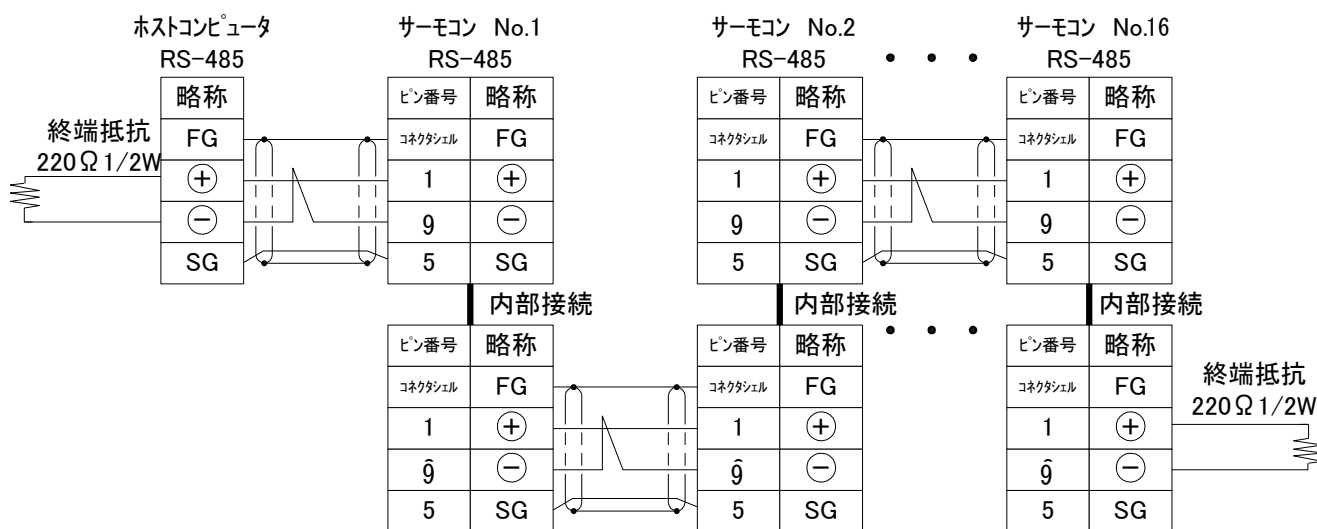
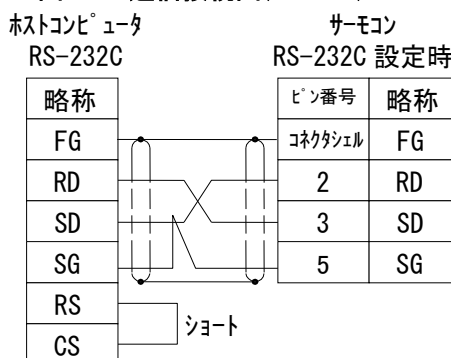

図 1-1 通信接続図(RS-485)
図 1-2 通信接続図(RS-232C)
- ①サーモコンの電源スイッチを OFF にしてください。(通信コネクタの着脱時は必ず、サーモコンの電源が OFF の時に行ってください。)
- ②ケーブルをサーモコンの通信コネクタ (RS-485、または RS-232C) に接続してください。
- ・ 通信の接続図を図 1-1 と図 1-2 に示します。
- ③サーモコンの電源スイッチを ON にしてください。
- ④使用する全てのサーモコンについて通信方式の選択 (頁 2-1 参照) を行います。(設定方法は取扱説明書 DOC1003076 をお読みください。)
- ⑤以上で通信の準備は終了しました。これで、ホストコンピュータから通信命令があれば、各サーモコンはそれに返信します。